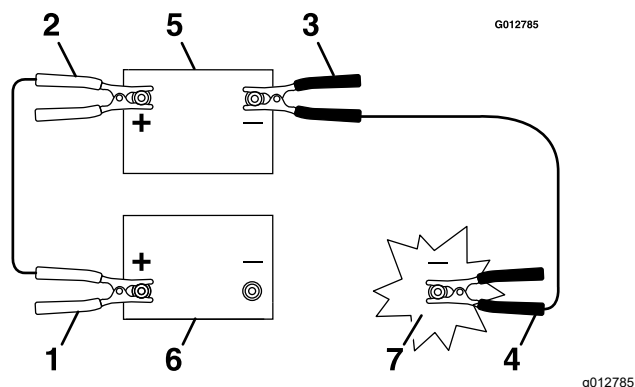

Figura 58
5. Conecte el cable positivo (+) al borne positivo (+) de la batería descargada que está conectado al motor de arranque o al solenoide, según se indica en Figura 58.